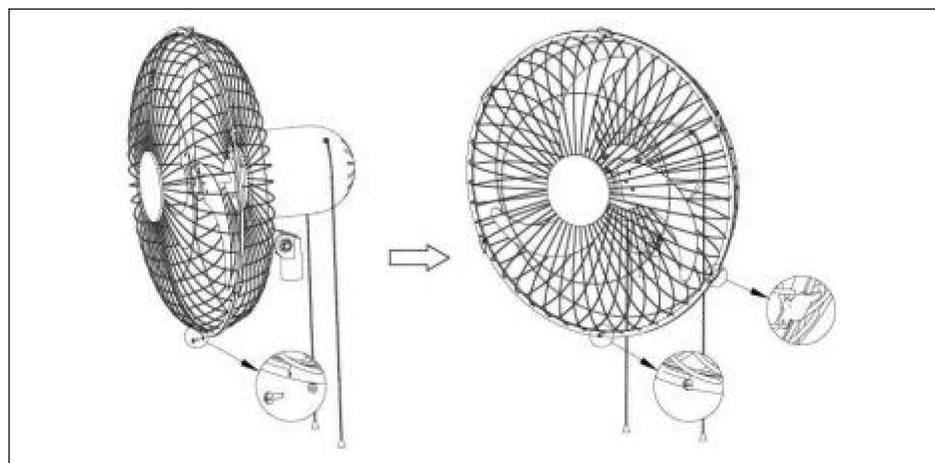

Abb.7.
3). Richten Sie die Schraubenlöcher an der Unterseite des vorderen und hinteren Gitters aus, befestigen Sie dann die Knöpfe oben an der vorderen Gitterabdeckung an der hinteren Gitterabdeckung, befestigen Sie alle Knöpfe der Gitterabdeckung und verriegeln Sie schließlich die Sicherheitsschrauben (18). Siehe die (Abb.7.)